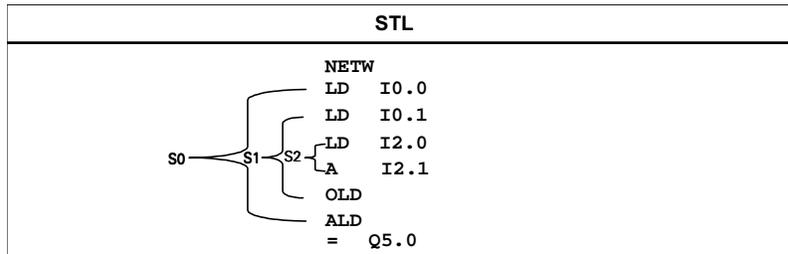
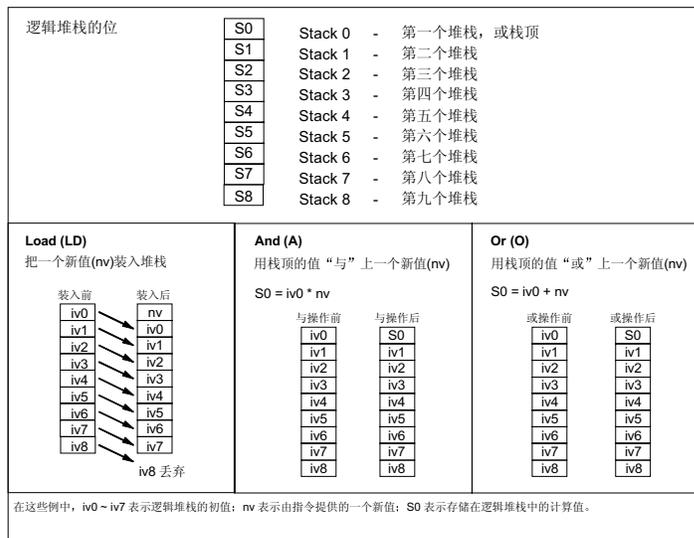

图 4-3 语句表程序实例
图 4-4 S7-200 CPU 的逻辑堆栈
STEP 7-Micro/WIN 32 语句表 (STL) 编辑器允许输入指令助记符创建控制程序。一般来说, STL 编辑器更适合于熟悉 PLC 和逻辑编程的有经验的程序员。STL 编辑器也能让你编写用梯形图或功能块图编辑器无法实现的程序。这是因为你是用 CPU 直接执行的语言进行编程, 而在图形编程器中, 为了正确地画出图形必须遵守一些规则。图 4-3 给出了语句表程序的一个例子。
从图4-3可以看出, 这样的文本型的程序和汇编语言程序非常相似。CPU从上到下按照程序的次序执行每一条指令, 程序结束后再返回到起始位置继续执行。STL和汇编语言在另一方面也相似。S7-200 CPU使用一个逻辑堆栈分析控制逻辑(如图4-4)。LAD和FBD 编辑器自动地插入必要的指令来处理堆栈操作。使用STL, 你必须插入这些指令处理堆栈。